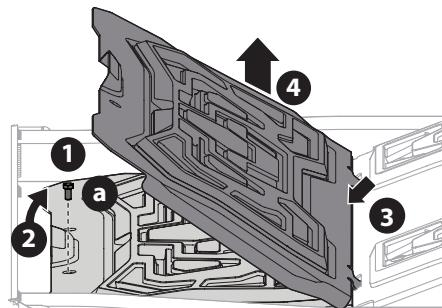

Figura 32
- Con una herramienta para usos múltiples o una llave de cubo de 1/2 pulgada, extraiga el tornillo de cabeza hexagonal (a) que sujetá el panel de piso en su lugar (Figura 32).
- Levante con cuidado la parte trasera del panel de piso (Figura 32).
- Para liberar el frente del panel de piso, deslícelo hacia atrás (Figura 32).
- Levántelo para separarlo del tractor (Figura 32).